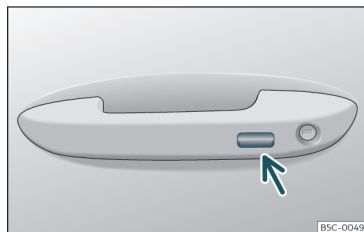

Fig. 84 Maniglia della porta: superficie sensibile.
cuni secondi sulla superficie sensibile di blocco >>> **fig. 84** (freccia) della maniglia della porta per chiudere i finestrini e il tettuccio*. Se si smette di toccare la superficie sensibile si interrompe la funzione di chiusura.
- Tenere un dito per alcuni secondi sulla superficie sensibile di blocco»» fig. 84 (freccia) della maniglia della porta per chiudere il tettuccio. Se si smette di toccare la superficie sensibile si interrompe la funzione di chiusura.